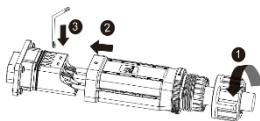

Abb. 11: Adern anschließen
- 1 Konfiguriertes Kabel durch die Mutter und Abdeckung (Abb. 11 Pos. 1 & 2) führen und entsprechend der Leitungsreihenfolge am Kontaktträger (Abb. 11/Pos. 3) mit beiliegendem Inbusschlüssel befestigen [\times A_3 / 4,0 Nm].
- 2 Abdeckung (Abb. 11, Pos. 3) so über den Stecker ziehen, dass das Loch in der Abdeckung sichtbar ist (Abb. 12).